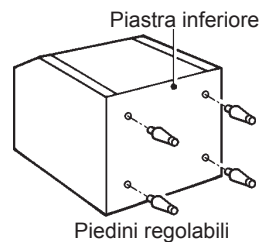

Fig. 3
- 1) Avvitare completamente i quattro piedini in dotazione (accessori del deposito) sulla parte inferiore del deposito di raccolta cubetti. Vedi Fig. 3.